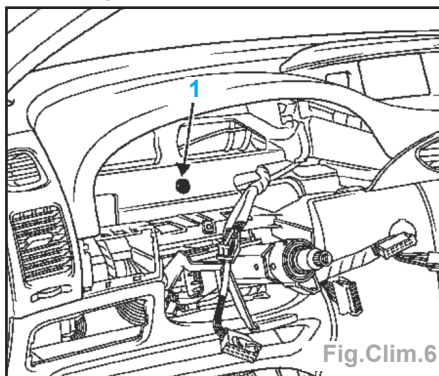

Fig.Clim.6
- la vis de fixation de la planche de bord (1) (Fig.Clim.6),